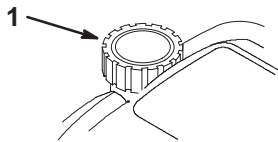

Figure 8
1. Nettoyez la surface autour du bouchon du réservoir de carburant (Fig. 8).